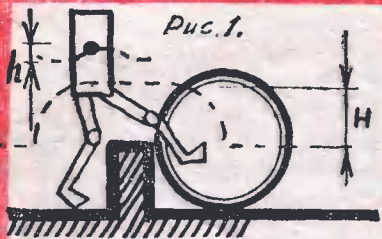

Рис. 1.
Рис. 1. Вот так преодолевают препятствие колесо и шагающий механизм. Перемещение центра тяжести шагающего механизма (h) намного меньше, чем у колеса (H). А это значит, что шагающая машина может двигаться плавнее.